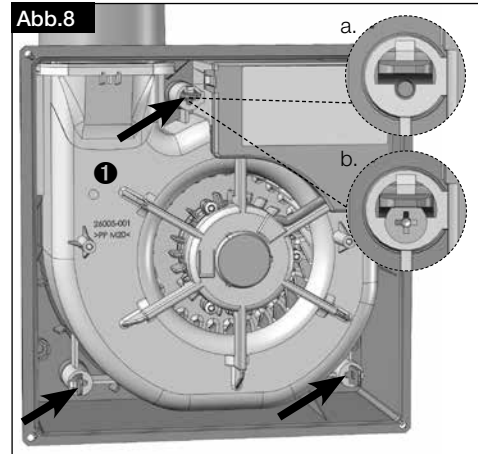

Abb.8
8. Ventilatoreinsatz unter gleichmäßigem Druck mit beiden Händen bis zum Anschlag in das Gehäuse schieben und mit einem kräftigem Druck Schnapper im Gehäuse einrasten (s. Abb. 8/a.).
9. Bei Deckenmontage die 3 Schnapper mit Senkkopfschrauben (4 x 40 mm, bauseits) sichern (s. Abb. 8/b.).